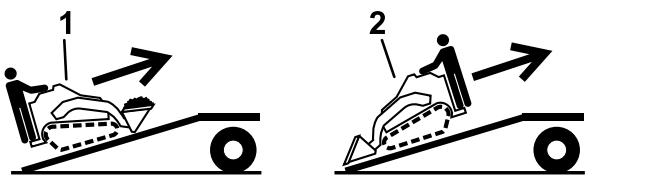

図 30
5. 積み込みは、機体の前後のうち重い方を山側登り側にして行う図 30。
1. 歩み板を降ろす板と地面との角度が15°以下となるにすること図 30。